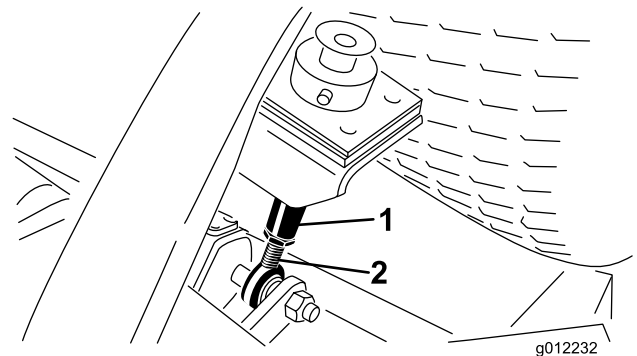

Figure 17
6. Desserrez les écrous de blocage en bas des tiges de réglage de hauteur de coupe (Figure 17).